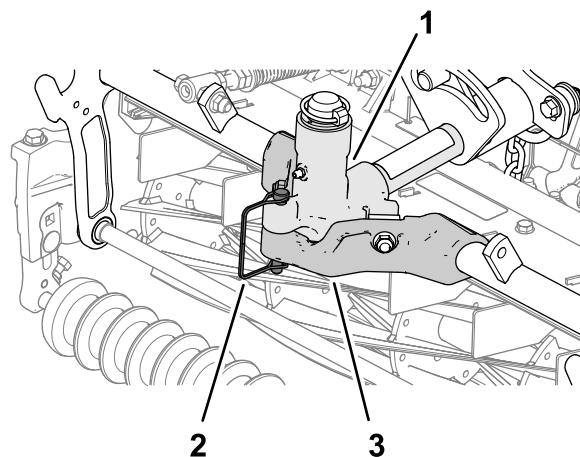

図 54
1. 図 54のように、Cuttingユニットのキャリアフレームをピボットヨークにスナッパピンで固定する。